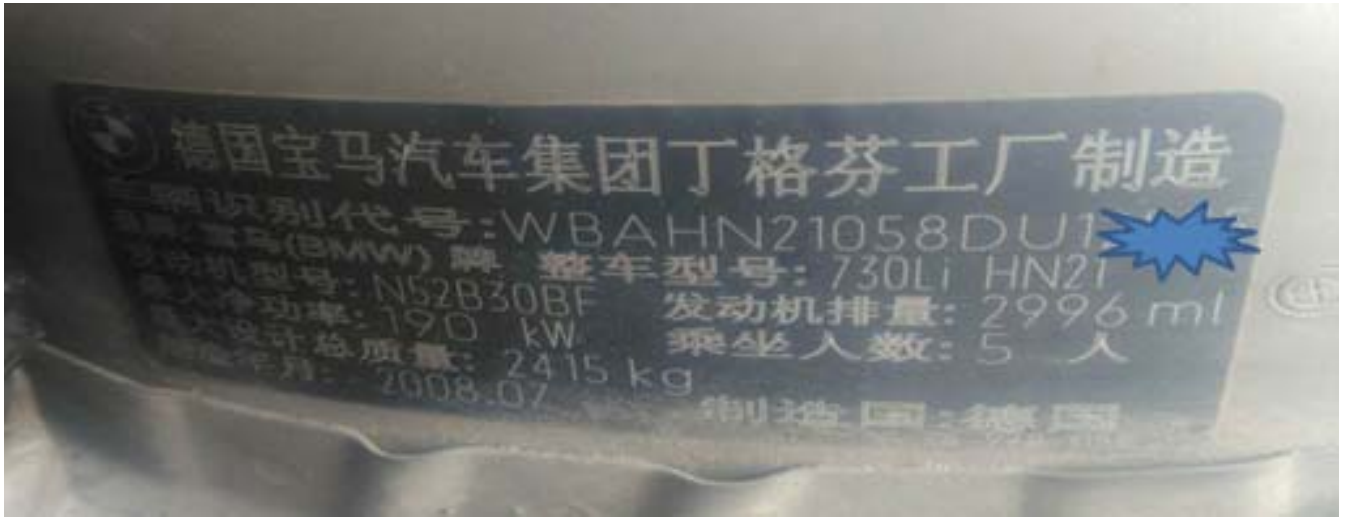

图 1
- 宝马 730Li，2008 年款，VIN:WBAHN21058DU\*\*\*\*，如图 1；